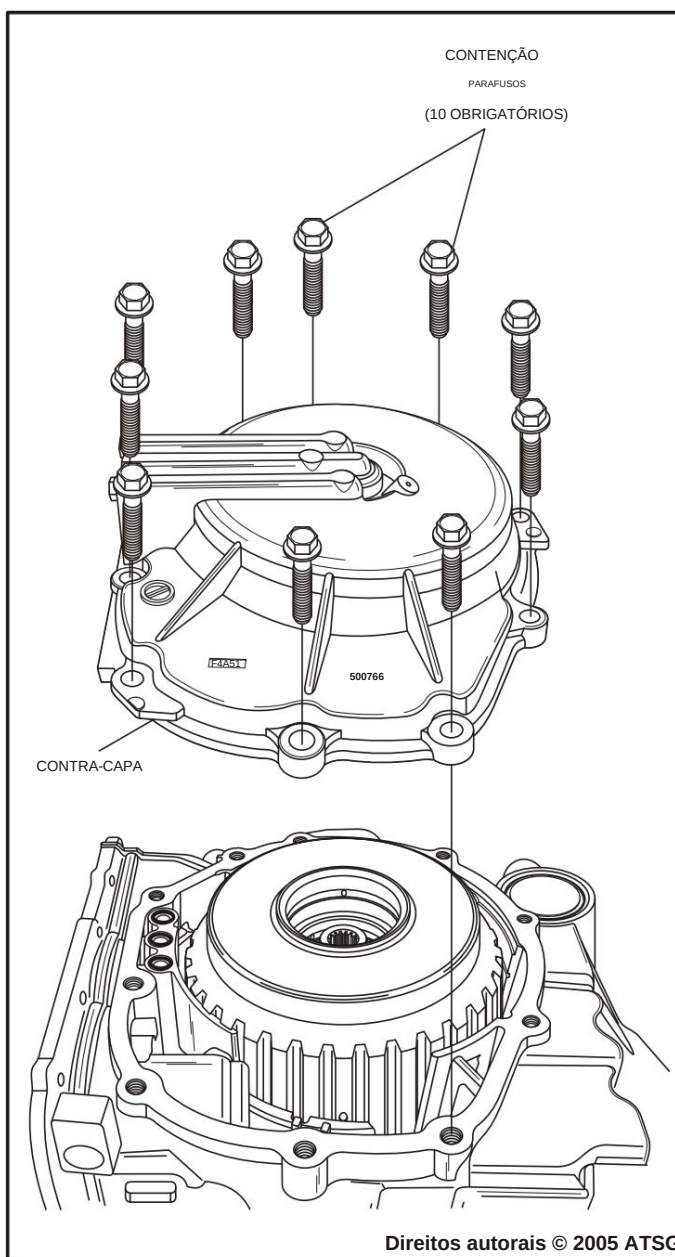

Figura 191
77. Certifique-se de que os anéis "O" estejam no lugar na caixa e instale a tampa traseira, conforme mostrado na Figura 191.
78. Instale os dez parafusos de fixação da tampa traseira na caixa conforme mostrado na Figura 191.